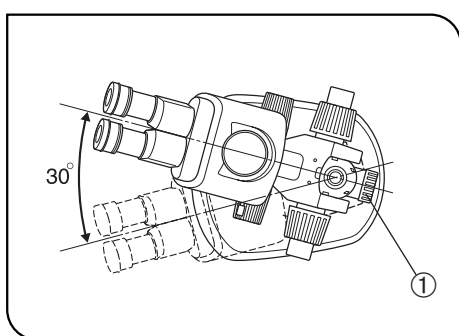

Fig. 1
2. Para evitar que o corpo do microscópio tombe, o ângulo de rotação não deve ultrapassar os 30°, conforme ilustrado na fig. 1, e o ângulo de inclinação da superfície da mesa não deve ultrapassar os 5°.
3. É preciso ter cuidado durante a observação com uma objectiva de baixa ampliação porque quando se aumenta muito a distância de trabalho (WD) a altura do corpo do microscópio também aumenta. Deve tomar as mesmas medidas para evitar que o corpo do microscópio tombe, quando usar um pilar auxiliar (SZH-P400/P600) pois o pilar também faz aumentar a altura do microscópio.
4. Para regular a altura do corpo do microscópio, pegue no corpo do microscópio com uma mão e com a outra desaperte o botão de aperto ① do conjunto de focagem. (Fig. 1)